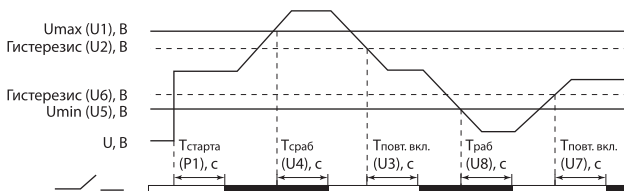

Рисунок 5. Схема работы реле при скачках напряжения сети
6.2. При расчете напряжения повторного подключения необходимо учитывать гистерезис, который в данной модели реле может программироваться в диапазоне от 5 до 75 вольт (рисунок 5).